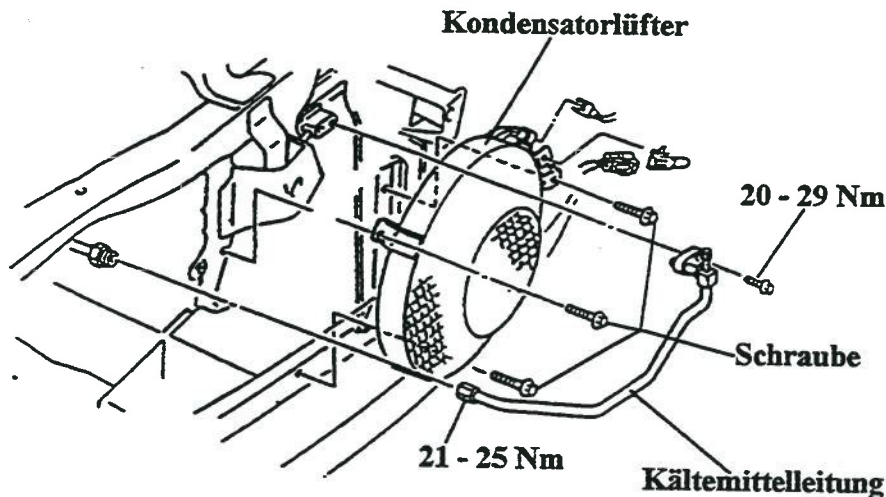

Bild 1
3. Die Kältemittelleitung demontieren (siehe Bild 1).